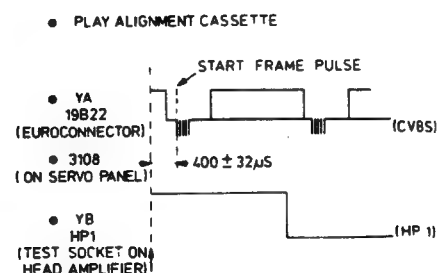

Fig. 1
- Adjust 3108 so that the positive going edge in the HP1 signal is leading $400 \mu s \pm 32 \mu s$ ($\approx 5 \frac{1}{2}$ lines) (see Fig. 1) relative to the leading edge of the frame pulse.
- Ajuster 3108 pour que le flanc en sens positif du signal HP1 se trouve en avance de 400 μ sec \pm 32 μ sec (\approx 5 1/2 lignes) sur le flanc avant de l'impulsion de trame (voir fig.1).
- Regel 3108 af zodat de positief gaande flank in het HP1-signaal zich $400 \mu\text{sec} \pm 32 \mu\text{sec}$ ($\approx 5 \frac{1}{2}$ lijnen) vóór de voorflank van de rasterpuls bevindt (zie fig. 1).